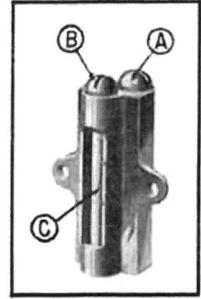

Fig. 45. Indicateur de pression d'huile.
- 2—Dévisser et enlever le bouchon avant de la partie supérieure de l'indicateur (*Bouchon B., fig. 45*).
- 5—Visser et bloquer sur le tube, avec une ou deux pastilles de caoutchouc, le bouchon avant supérieur de l'indicateur (*Bouchon B., fig. 45*).
- 6—Regarnir ce dernier en dévissant le bouchon supérieur arrière et en versant par cet orifice de la glycérine jusqu'à affleurage (*Bouchon A., fig. 45*).